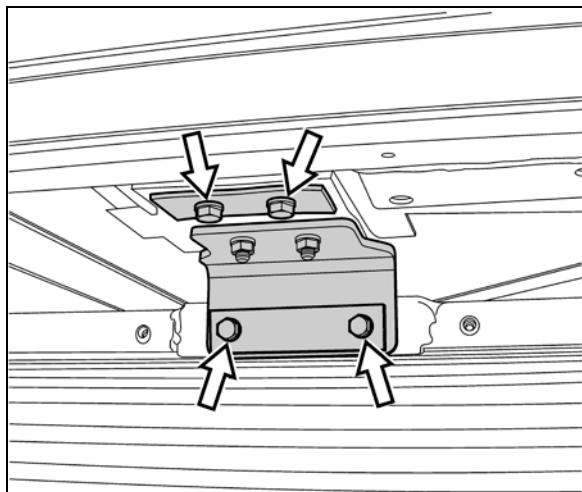

FIGURE 25 : SUPPORT DE L'ENSEMBLE RADIATEUR SUPÉRIEUR
11. Déposer les colliers de serrage des flexibles arrières du liquide de refroidissement et d'air de suralimentation, puis dégager les flexibles (Figure 25).